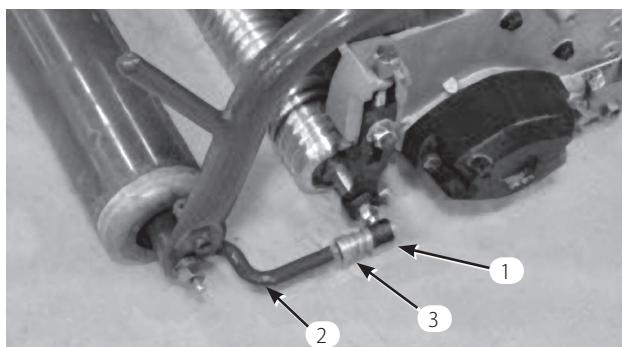

図 12
4. ボールジョイントのスリーブを後ろにずらし、プルアームを下げてソケットをボールスタッドに嵌め合わ取る。スリーブから手を離すとスタッドとジョイントが結合する（図12）。
6. ソケットの開口部とボールスタッドの中心を合わせ、ジャムナットを締めてソケットを固定する（図12）。